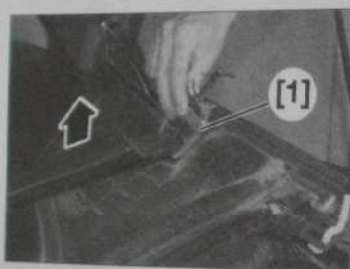

Fig. 93
- A l'aide de l'outil [1], extraire puis déposer les bras d'essuie-vitre (Fig. 93).